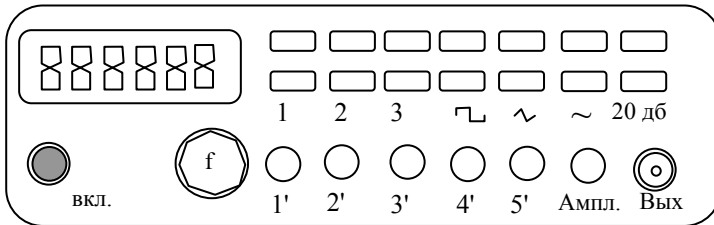

Рис. 26. Генератор GFG 8255
3) **Генератор GFG 8255** (рис. 26) – цифровой функциональный генератор (генератор сигналов специальной формы), способный выдавать сигналы в диапазоне до 5 МГц синусоидальной, прямоугольной и треугольной формы. Амплитуда выходного сигнала (на нагрузке 50 Ом) регулируется и достигает 5 В (реально несколько выше). Кроме того, генератор способен работать в режиме качающейся частоты (*свитирование* сигнала).